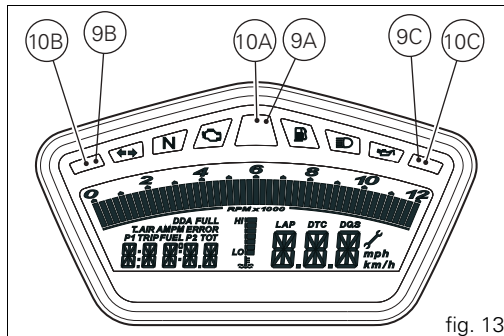

fig. 13
10) TRACTION CONTROL LIGHT (RED) (fig. 13)